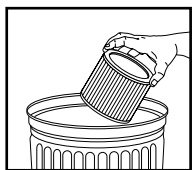

FIGURE 19
25. Pour nettoyer la cartouche filtrante, secouez ou brossez l'excédent de saleté. **FIGURE 19.**